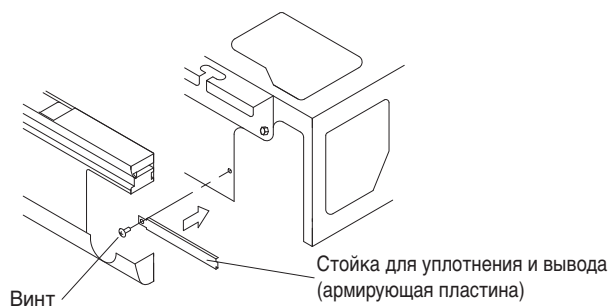

Рис. 30
- После прокладки дренажного трубопровода используйте остатки уплотнительного материала и армирования, удаленные как было указано в разделе "6. РАБОТЫ С ТРУБОПРОВОДОМ ДЛЯ ХЛАДАГЕНТА". Остатки уплотнительного материала и армирование можно не использовать с правой стороны (армирующей плиты). (См. рис. 30.)